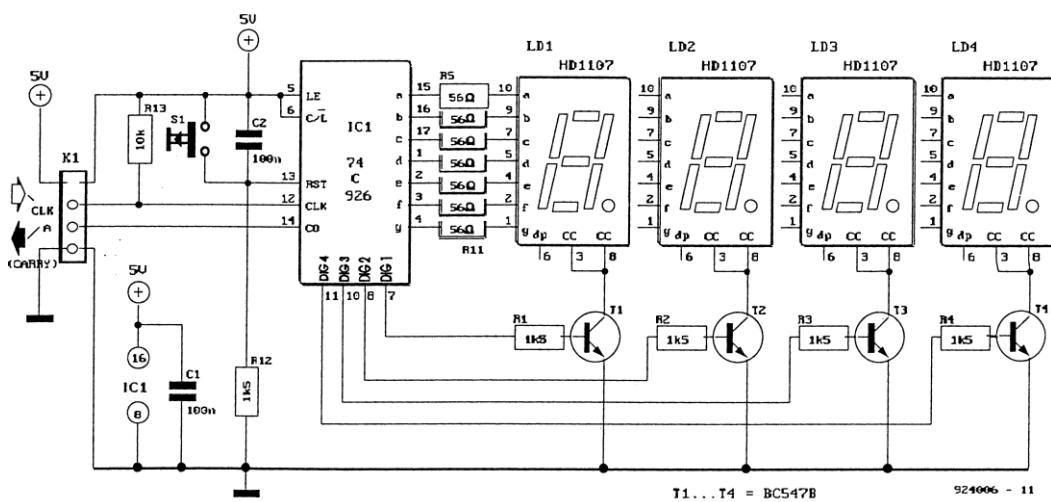

Рис. 11.21. Универсальный счетчик с индикацией (источник: Amrit BirTiwana, 305 Schaltungen, Elektor)
На основе предлагаемой схемы (рис. 11.21) можно собрать часы, счетчики частоты и счетчики событий или другие подобные индикаторы. Наряду с входами Takt и Reset есть выход сигнала переполнения (CO).